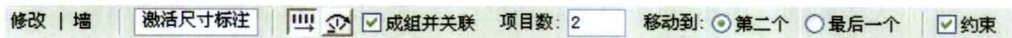

图 1-10
- **阵列**：选择图元，单击“阵列”工具，在选项栏中进行相应设置，勾选“成组并关联”复选框，输入阵列的数量，例如“2”，选择“移动到”选项中的“第二个”，在视图中拾取参考点和目标点位置，二者间距将作为第一个管道和第二个或最后一个管道的间距值，自动阵列管道，如图 1-10 所示。